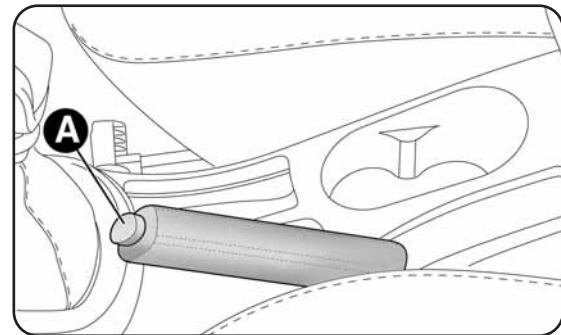

fig. 1
- sollevare leggermente la leva e premere il pulsante di sblocco A-fig. 1;